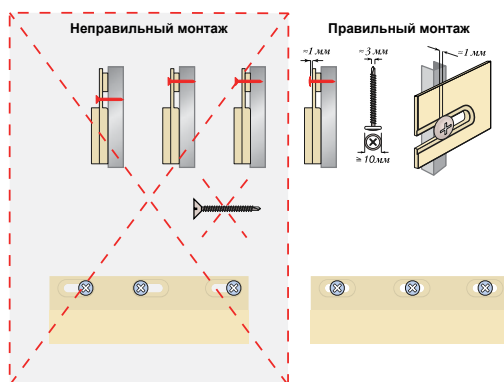

Рис. 3
- Закрепите профиль J18/ J26/ J30 по аналогии с монтажом всех используемых элементов системы (Рис. 3). Для того, чтобы завести панель в профиль J18/ J26/ J30, его достаточно отогнуть.
- Закрепите вторую панель на обрешетке, руководствуясь рекомендациями (Рис. 3). Последующие панели устанавливаются аналогично.